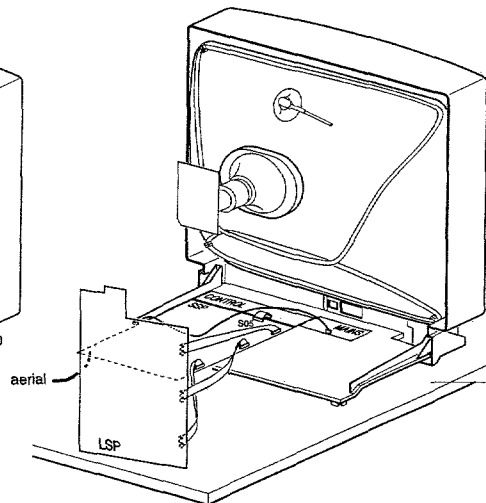

Fig. 2
- Put the LSP or SSP on its back (see figures 2 and 3) and place the SSP in such a way that the inlet for the antenna comes outside the table.
- Bringen Sie das LSP oder SSP jetzt auf seine Rückseite (siehe Abb. 2 und 3) und bringen daß SSP so an, daß der Antenneneingang außerhalb des Tisches fällt.